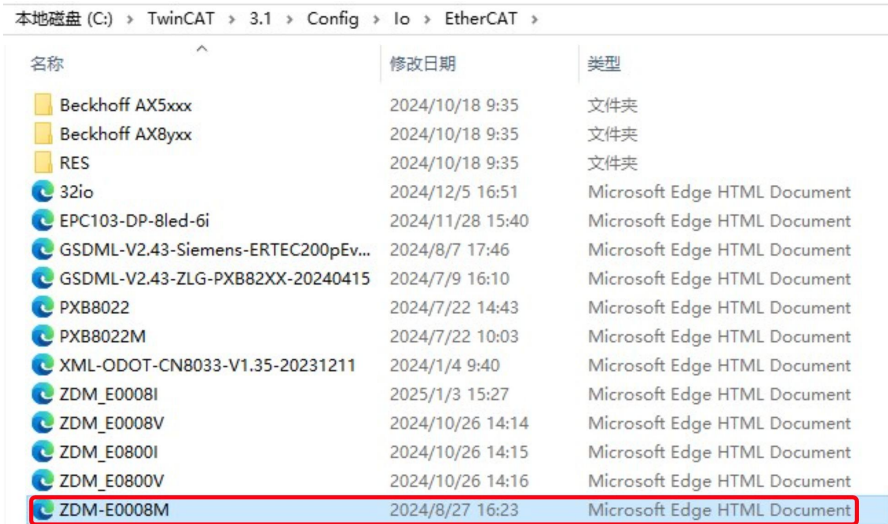

图 6.1 ESI 文件存放处
1. 将需要烧录的 ESI 文件拷贝至 C:\TwinCAT\3.1\Config\Io\EtherCAT 路径处。如图 6.1 所示。